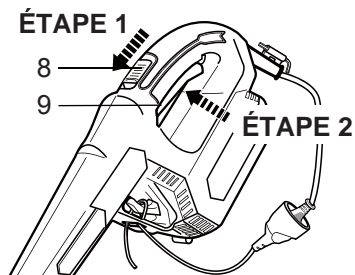

Fig.17
- > Poussez le bouton de déverrouillage [8] vers l'avant et maintenez-le dans cette position (Fig. 17, étape 1).
- > Appuyez sur le bouton marche/arrêt [9] pour allumer l'appareil (Fig. 17, étape 2), puis relâchez le bouton de déverrouillage [8].